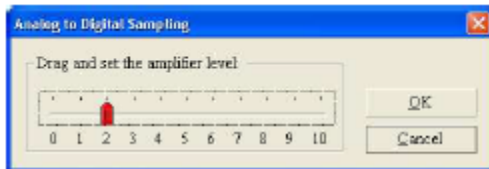
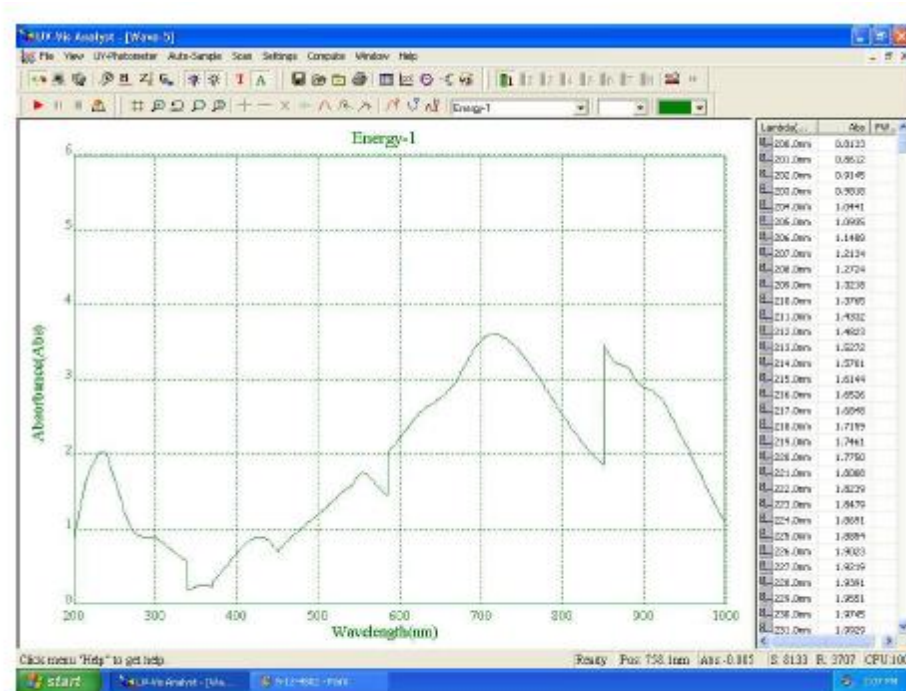

Fig. 5-9
Fig. 5-10
4. click scan → service → energy scan en el menú y, aparecerá de la siguiente forma (Fig 5-9), seleccione amplifier, click ok para escanear (Fig 5-10). Click  para detener.